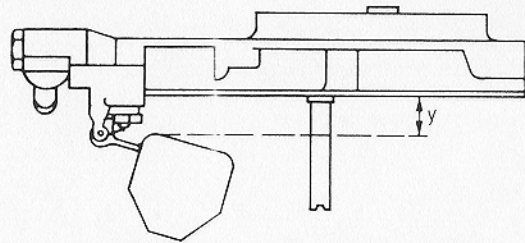

Bild 2.11 Kontrollieren des Schwimmerhubes; das Maß y beträgt $16,0 + 1$ mm für den Plaste-Hohlkörperschwimmer und $14,5 + 1$ mm für den Vollplaste-Schwimmer
3. Eine abschließende Kontrolle des Schwimmerhubes erfolgt nach Bild 2.11. Das Ergebnis stimmt, wenn bei waagerechter Lage des Vergaserdeckels der Abstand zwischen Schwimmeroberkante zum Deckel – ebenfalls mit Dichtung versehen – entsprechend dem Maß $y = 16,0 + 1$ mm (Plaste-Hohlkörperschwimmer) bzw. $14,5 + 1$ mm (Vollplaste-Schwimmer) beträgt. Stimmt der Schwimmerhub nicht, läßt er sich durch ein leichtes Verbiegen der Schwimmeranschlagzunge (s. Bild 2.9) entsprechend korrigieren.